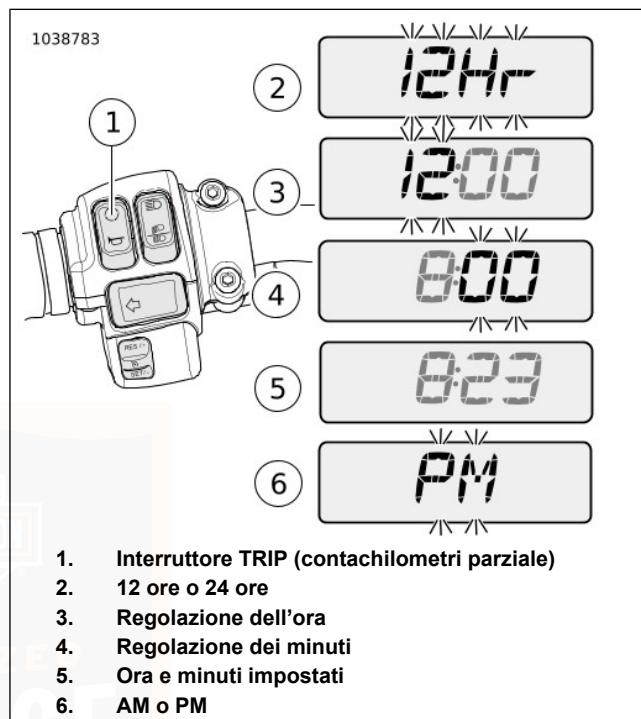

Figura 25. Visualizzazioni dell'ora
2. Vedere Figura 25. Premere e rilasciare il pulsante del contachilometri parziale (1) finché non venga visualizzata l'ora (ore e minuti). Premere e tenere premuto il pulsante del contachilometri parziale fin quando 12H (12 ore) (2) non inizi a lampeggiare sul quadrante. Rilasciare l'interruttore.
4. Una volta selezionata la modalità di visualizzazione desiderata, premere e tenere premuto il pulsante del contachilometri parziale finché non lampeggi la visualizzazione delle ore (3).
6. Quando viene visualizzata l'ora corretta, premere e tenere premuto il pulsante del contachilometri parziale finché la visualizzazione dei minuti (4) non inizi a lampeggiare.
8. Quando vengono visualizzati i minuti corretti (5), tenere premuto il pulsante del contachilometri parziale finché il display non passa alla sezione di AM o PM (6).